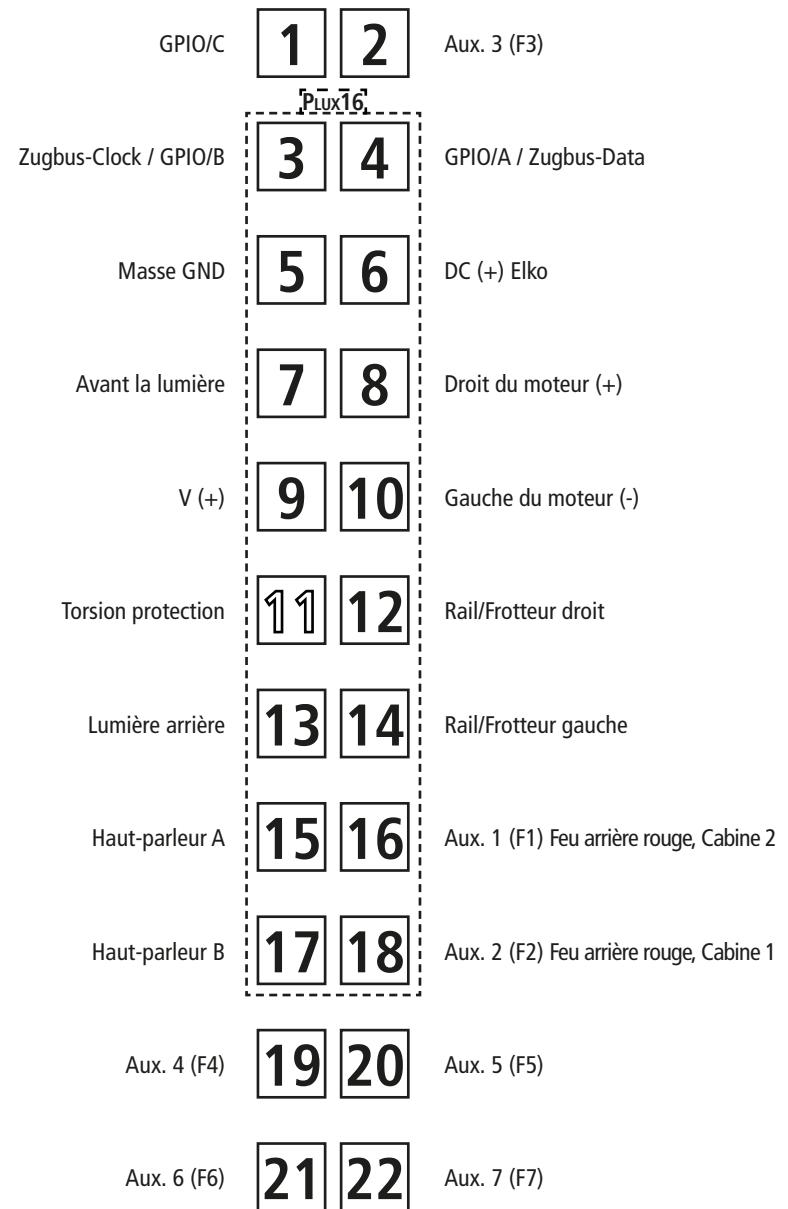

Fig. 5
**2. Schmierung:** Versehen Sie die im Schmierplan in Fig. 5 gekennzeichneten Stellen mit nur **kleinen Öltropfen**. Dazu zuerst das Lokgehäuse abnehmen (Fig. 3). Wir empfehlen den ROCO **Öler Art.-Nr. 10906**. Fürs Schmieren der Getriebeteile (Zahnräder, Schnecke) empfehlen wir das **ROCO-Spezialfett Art.-Nr. 10905**. Im Falle der Schmierung diese Teile **nicht ölen**.
**2. Lubrication:** Apply **tiny oil drops** to spots marked in fig. 5. Prior to lubrication dismantle locomotive (fig. 3). We recommend using item no. **10906, Roco oiler**. For lubrication the gearparts (e.g. cogwheels, worm) we would recommended our Roco **special grease** (item no. **10905**).
**2. Graissage:** N'appliquez **qu'une tout petite goutte** aux endroits indiqués par le plan de graissage (fig. 5) après avoir démonté la caisse de la locomotive (fig. 3). Nous vous recommandons le **graisseur à huile Roco réf. 10906**. Pour graisser les engrenages (roues dentées, vis sans fin) nous vous conseillons la **graisse spéciale Roco réf. 10905** pour engrenages en matières synthétiques.